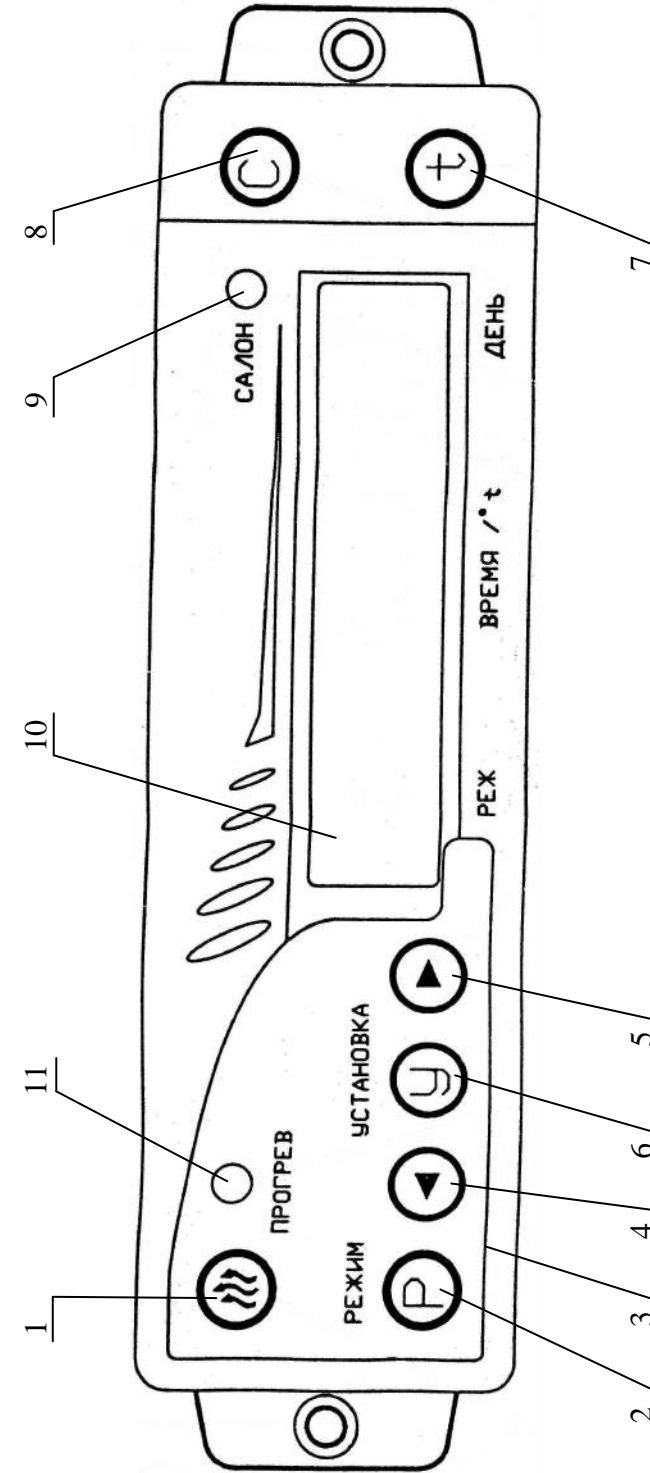

Рисунок 7- таймер-терморегулятор подогревателя:
4.3.1 Принцип работы таймера - терморегулятора ТТП1-24 и ТТП1-12 в составе подогревателей 15.8106-05 и 151.8106-05 рисунок 7.